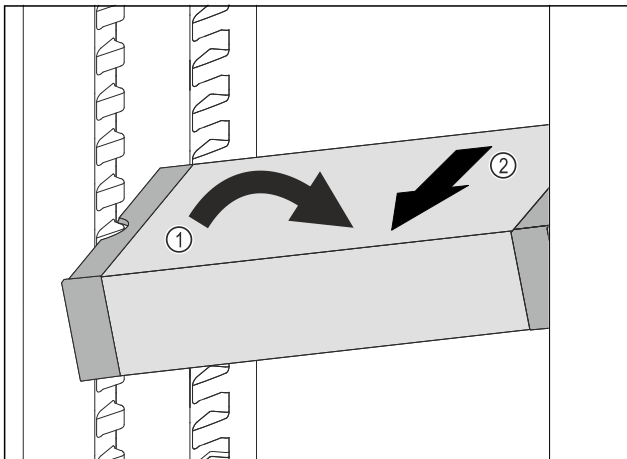

Fig. 185
- Incliner le VarioSafe dans la partie réfrigérateur. Fig. 185 (1)
- Sortir le tiroir VarioSafe par l'avant. Fig. 185 (2)